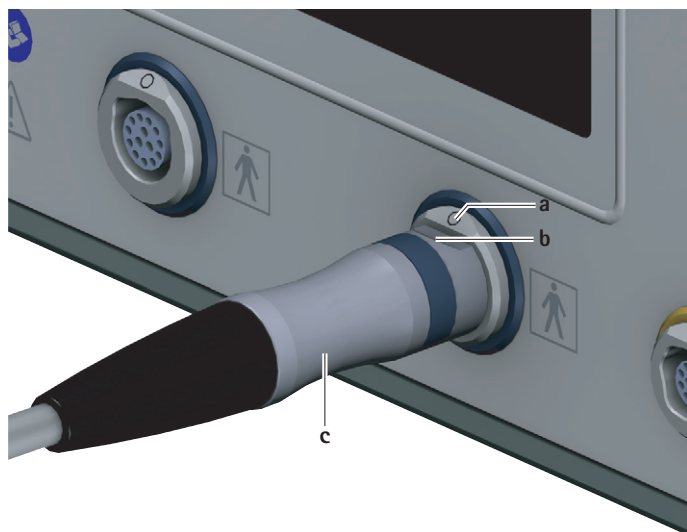

Рис. 3 Подключение моторного кабеля
- ▶ Выровнять штекер блока управления с на моторном кабеле таким образом, чтобы маркировка **b** на штекере соответствовала маркировке **a** на гнезде для рабочего элемента **7**, см. Рис. 3.
- Вытянуть моторный кабель за штекер для блока управления с из гнезда для рабочих элементов 7, см. Рис. 3.